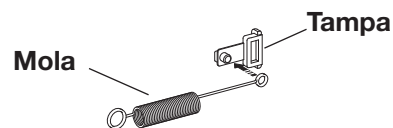

Fig. 8
- Insira o olhal menor da mola na tampa plástica da grelha (2 tampas + 2 molas para cada grelha). Fig. 8